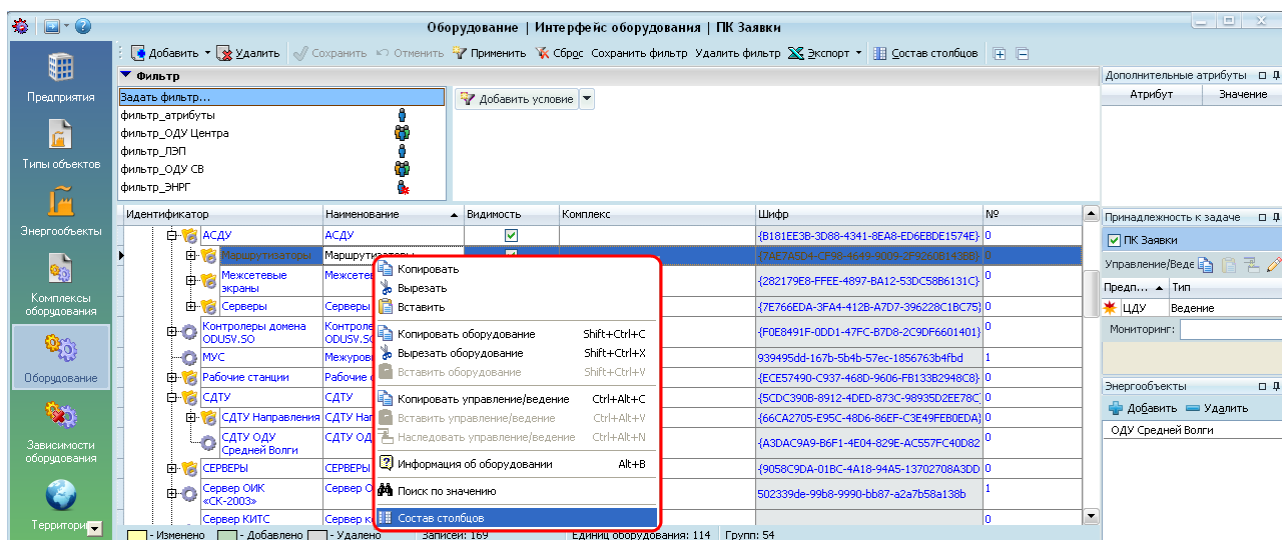

Рисунок 15.6 – Вызов настройки состава столбцов через контекстное меню
- вызвать контекстное меню правой кнопкой мыши на списке оборудования и выбрать пункт «Состав столбцов» (Рисунок 15.6).